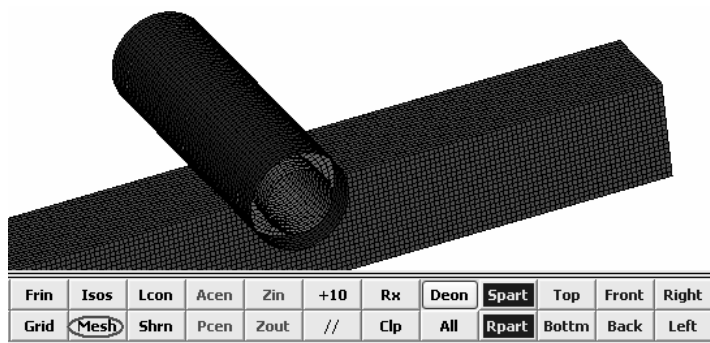

图 8-16 模型的网格划分情况
(2) 按住“Ctrl”键保持不放，用鼠标左键分别单击“1Part 1for Ma”、“2Part 2for Ma”、“3Part 3for Ma”，同时选中所有 Part（选中后背景变为深色）。图形窗口中显示出所有的模型。
(3) 单击图形窗口下方的“Mesh”按钮（见图 8-16），图形窗口中显示出模型的网格划分情况。再次单击“Mesh”按钮隐藏网格。